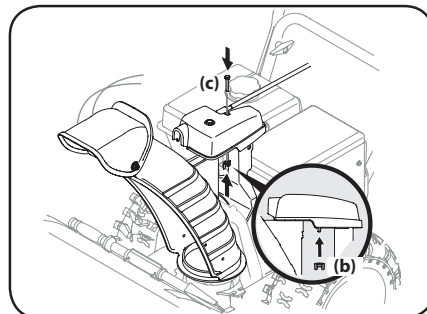

Figura 2-41
4. Termine de sujetar el cabezal de control del canal colocando el tornillo hexagonal (c) y la tuerca de mariposa (b) que extrajo en el Paso 1. Consulte Figura 2-41.